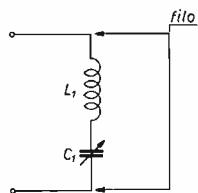

figura 8
Si procede come indicato in figura 8. Bisogna trasformare il circuito in serie  $L_1$  e  $C_1$  in circuito risonante in parallelo, il che si ottiene facilmente con un pezzetto di filo collegato come in figura 8.
**Cominciamo l'esperimento.** Mettiamo il grid-dip sui 30 MHz, cioè al di sotto della frequenza di taglio. Togliamo per il momento il filtro, e colleghiamo i punti « in » e « out » fra loro. Avvicinando il grid-dip, l'ago del milliamperometro dovrà spostarsi con decisione, accusando il passaggio di RF proveniente dal grid-dip, il quale, in fondo, è un piccolo trasmettitore. E' preferibile un accoppiamento lasco che produca sul milliamperometro una deflessione di circa 0,3 mA. A questo punto si rimette il filtro in modo che tutto sia come in figura 8. Ricordato che il grid-dip-meter lo abbiamo sintonizzato sui 30 MHz, la reinserzione del filtro dovrebbe lasciare quasi inalterata la deflessione dell'ago.